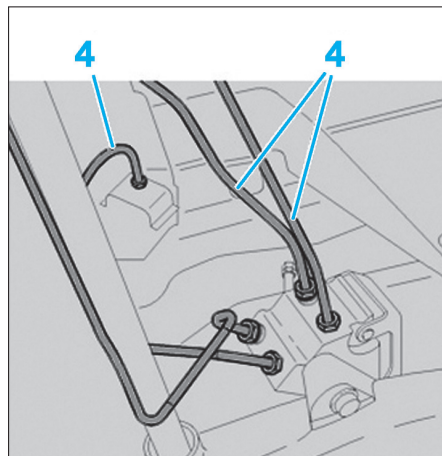

Fig. 77
- Désaccoupler les raccords (4) (Fig.77).